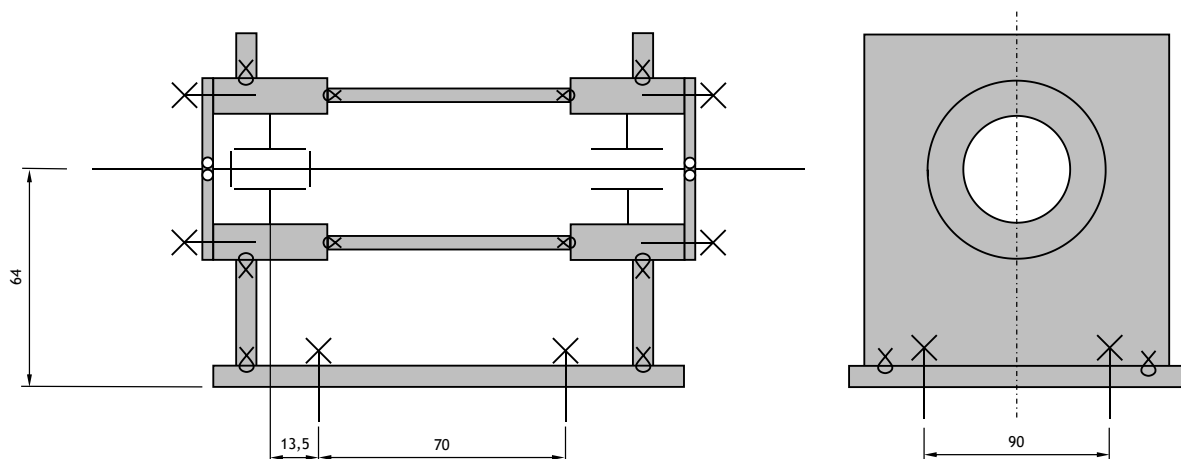

Abbildung 1
Erstellen Sie im Rahmen dieser Hausaufgabe eine Zusammenbauzeichnungen der Rotorwelleneinheit bestehend aus der Rotorwelle, der Lagerung, dynamischen und statischen Dichtungen für den Betrieb mit Öl (Umfangsgeschwindigkeit 0,92 m/s) sowie einem geschweißten Gehäuse. Bedenken Sie zudem die axiale Sicherung der Maschinenelemente auf der Rotorwelle. Das Festlager soll über den Gehäusedeckel und einen Absatz im Gehäuse am Außenring axial gesichert werden. Auf der Welle sind im Momentenfluss ausschließlich Nutmutter nach DIN 981 mit einem Sicherungsblech nach DIN 5406 zu verwenden. In Abbildung 1 ist Ihnen eine Prinzipskizze für den Aufbau des Gehäuses mit den geforderten Anschlussmaßen gegeben. Für die Lagersitze und Deckel können Sie als Halbzeug Rundstäbe nach EN 10060 aus S235JR nutzen. Für die weiteren Einzelteile nutzen Sie bitte Rohre nach DIN EN 10297-1 mit einer Wandstärke von 8 mm und Bleche nach DIN EN 10029 mit einer 10 mm Wandstärke aus S235JR als Halbzeuge.
- Erstellen Sie eine Zusammenbauzeichnung im Maßstab 1:1 auf einem geeigneten Blattformat. Die Zeichnung soll einen Hauptschnitt sowie eine Seitenansicht enthalten, die der Darstellungsausrichtung der Prinzipskizze aus Abbildung 1 (Festlager ist auf der Rotorseite) enthält. Die geforderten Ansichten sollen auf einem Blatt dargestellt werden.